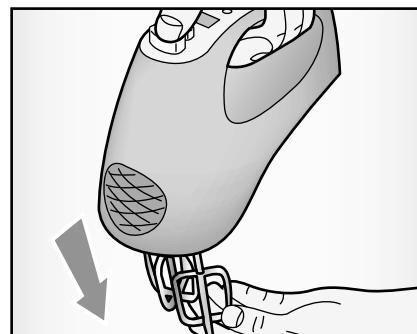

Fig. 3
- Per smontare le fruste, rimuovere innanzitutto il corpo motore dal supporto (C), quindi premere il relativo pulsante espulsore (D) ed estrarre verso l'esterno (Fig. 3).